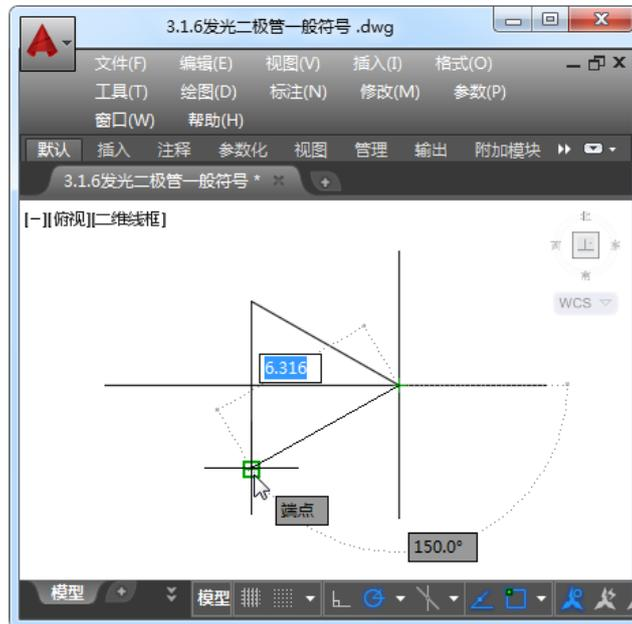

图 3-21 绘制直线
Step10: 执行【直线】命令，以右边竖线的中点为起点，绘制角度为  $-150^\circ$  的直线，并与左边竖线相交，如图 3-21 所示。